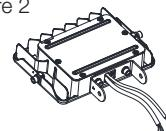

Figure 3
STEP 3: Tighten the other bracket with screws (Figure 3).
ÉTAPE 3: Serrez l'autre support à l'aide de vis (Figure 3).